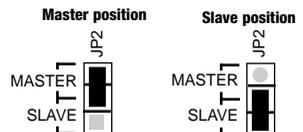

Abb. 5
- Um bis zu 50 UCM-Module zu synchronisieren, ist ein Gerät als Master zu setzen. Setzen Sie nur bei dem Master-Gerät die Brücke **JP2** auf die **MASTER**-Position. Setzen Sie alle anderen Geräte auf die **SLAVE**-Position. Siehe Abb. 5.